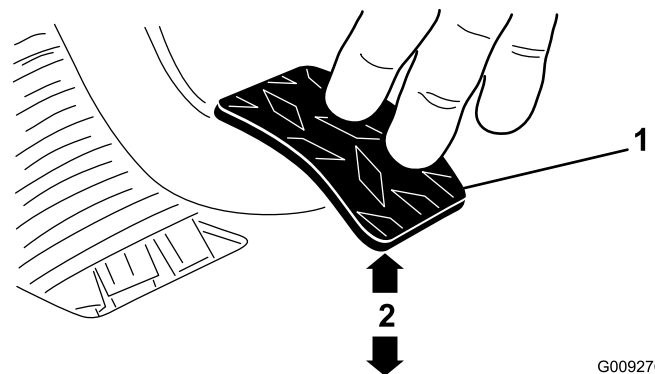

Figura 70
3. Ajuste as porcas ou as juntas até que a extremidade traseira do pedal de embraiagem esteja a  $9,5 + 0,3$  cm da parte superior da chapa do piso, aplicando uma força de 1,8 quilos no pedal (Figura 70).